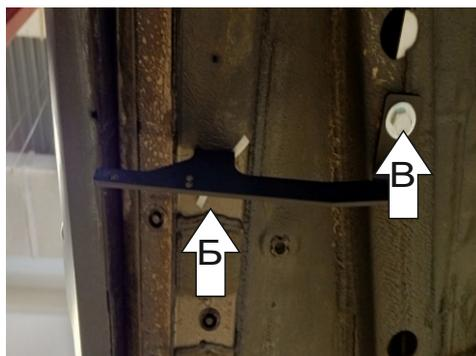

Рис. 3
3. Установить средние кронштейны к установленным гайкам закладным, используя соответствующие болты M8x30 с шайбами 8 ув., втулки 6 мм для Haval Jolion и M10x30 с шайбами 10 ув., втулками 6 мм для Haval Jolion. (Рис. 3)